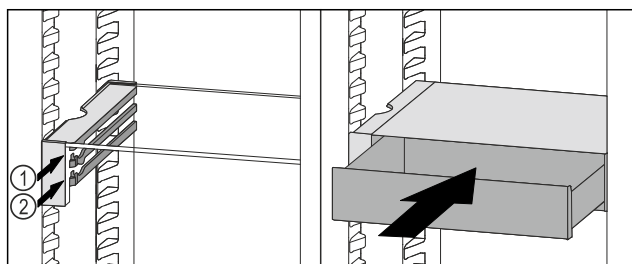

Fig. 125
- Nasad'te zásuvku VarioSafe za zářezky na požadovaném žebro (Fig. 125 (1) nebo Fig. 125 (2)).